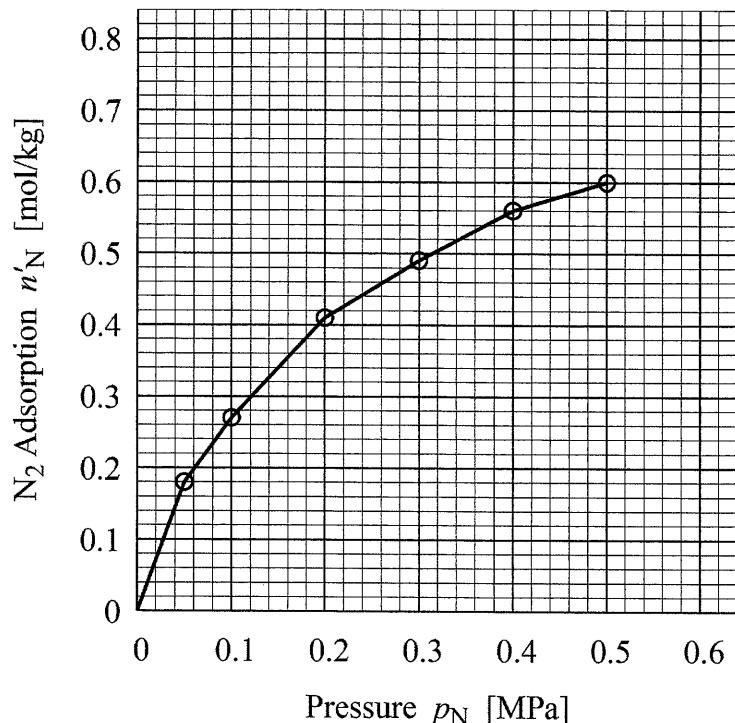

図2-2 25°C (298.15 K)における窒素気体のゼオライト 1 kg への吸着量の測定例.
新型コロナウイルス感染症の治療のために、世界中で数多くの「酸素濃縮器」が使われている。これは空気をとりこんで、酸素濃度を高めた気体を排出できる装置である。いくつかのタイプがあるが、ここでは、「固体への気体吸着現象を利用する酸素濃縮器」について、熱力学の観点から考察しよう。これは、同じ温度・圧力条件下で、酸素に比べて窒素をよく吸着するような固体物質を利用するもので、ゼオライトと呼ばれる無機物質多孔体などがよく用いられる。図2-2は、あるゼオライトについての窒素吸着の実験データ例である。これは、単位質量(1 kg)のゼオライトに対する窒素の吸着量を測定したもので、窒素の圧力  $p_N$  が高いほど多くの窒素が吸着されることを示している。この図では、吸着量  $n'_N$  はモル単位で表示されている。以下では、気体中の窒素量と区別するため、吸着量を表す記号には'をつけています。実際には酸素も吸着されるがその量は窒素に比べて少ないので、ここでは酸素吸着は考えない。また、空気中の酸素の存在が窒素吸着に与える影響も無視できるとする。
- (2) ステップ a で空気を圧縮した直後のゼオライトには、大気圧下で吸着された窒素のみが存在する。1 kg のゼオライトが封入されているシリンダを考えているので、その量(吸着モル数)  $n'_{N(2)}$  は 図2-2 から、(g) mol 程度とわかる。(g) に当てはまる数値を答えよ。
- (3) 圧縮直後の状態②では、それぞれの気体の分圧は、酸素が  $p_{O(2)} = 0.2\varepsilon p_1$ 、窒素が  $p_{N(2)} = 0.8\varepsilon p_1$  である。ステップ b で吸着が進行していくと、酸素の分圧は変わらず、窒素の分圧は新たに吸着された分だけ  $p_{N(2)}$  より低下する。新たな窒素吸着量( $n'_{N(2)}$  からの増加量)を  $\Delta n'_N$
以下、具体的な例として、容積  $V_0 = 10^{-2} \text{ m}^3 (= 10 \text{ リットル})$  のシリンダに 1 kg のゼオライトが封入されている装置を考える。ただしゼオライトの体積は  $V_0$  に含まれない。温度は図2-2の実験と同じく  $T = 25^\circ\text{C}$  (298.15 K) とし、また圧縮比は  $\varepsilon = 6$  とする。